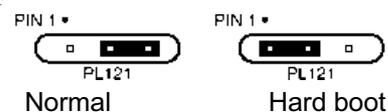

Figure 9
2. Déplacez le cavalier PL121 sur les broches 1 et 2 (Hard Boot) comme indiqué sur la figure 9.